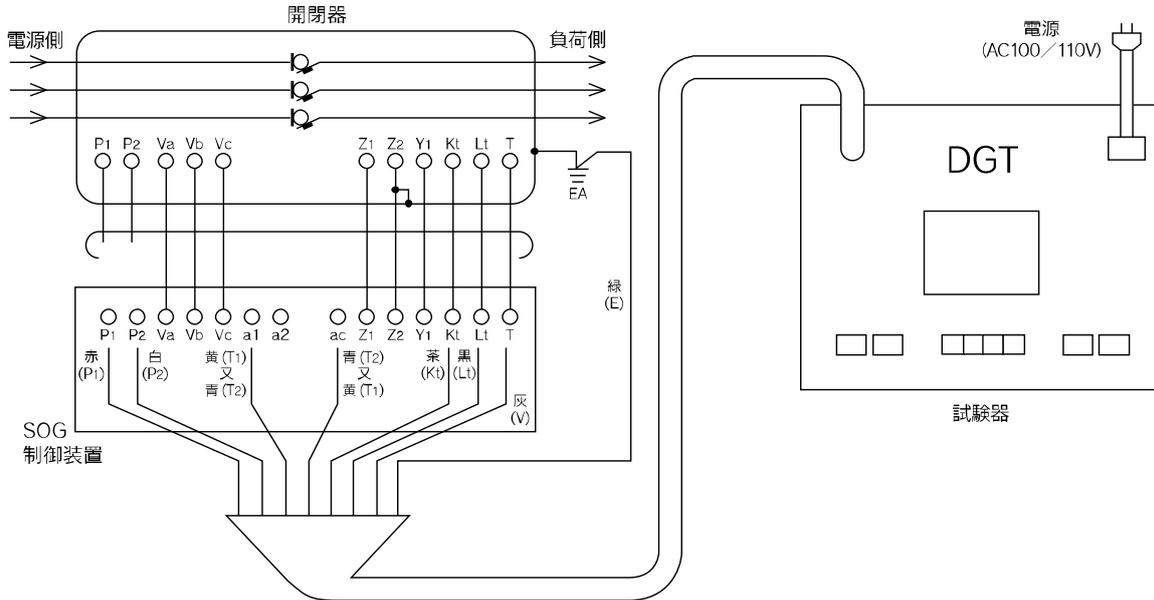

図12 戸上電機製作所製(DGT)によるテスト回路の一例
- ① SOG制御装置試験項目の管理値は表2のとおりです。
- ② 図12~17の試験回路はSOG制御装置だけの地絡動作時間測定となります。